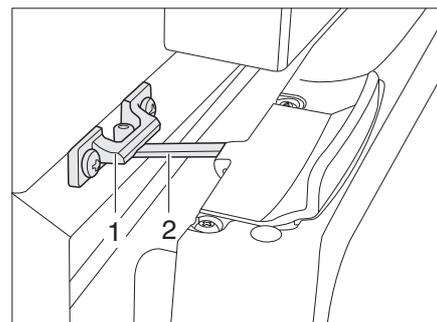

Bild 148 Kühlschranktür in Lüftungsstellung (Thetford)
- Verriegelung (Bild 148,2) aufklappen und in der Verriegelungsaufnahme (Bild 148,1) einrasten. Die Kühlschranktür bleibt damit leicht geöffnet.